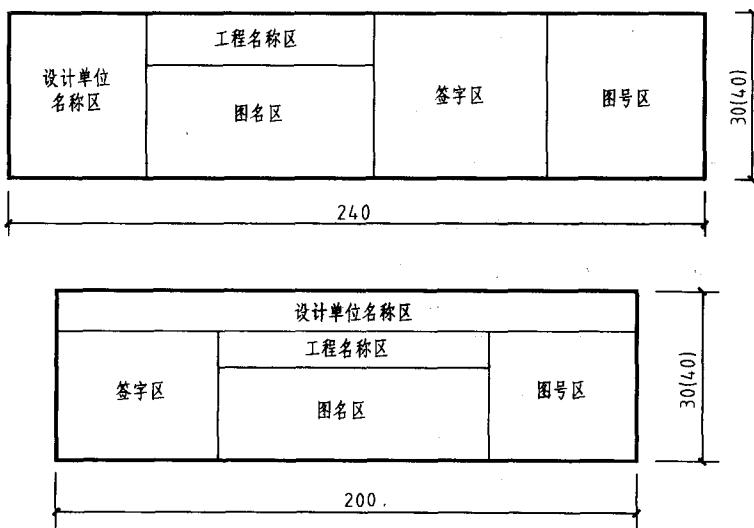

图 1-4 标题栏
(2) 标题栏应按图 1-4 所示绘制，根据工程需要选择确定其尺寸、格式及分区。签字区应包含实名列和签名列。涉外工程的标题栏内，各项主要内容的中文下方应附有译文，设计单位的上方或左方应加“中华人民共和国”字样。